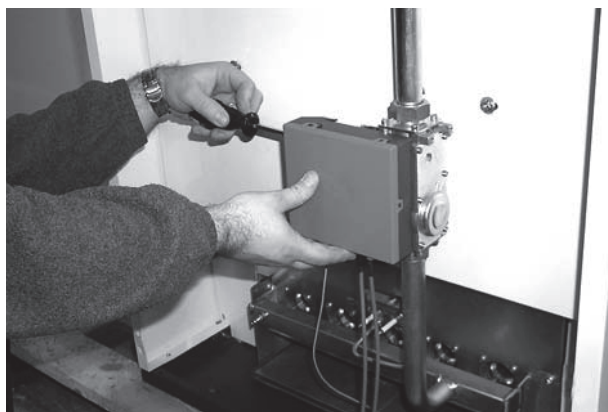

рис. 7 - Открутите два винта крепления блока управления
- Открутите два винта крепления электронных блоков контроля пламени к газовому клапану (рис. 7)и демонтируйте их с клапанов (рис. 8).